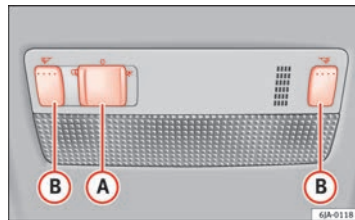

Fig. 60 Iluminação no interior – variante 1
- Mova o interruptor (A) ⇒ Fig. 60 para o lado da lâmpada, e aparece o símbolo ☞.
- Mova o interruptor (A) ⇒ Fig. 60 para a posição central O.
- Mova o interruptor (A) ⇒ Fig. 60 para o centro da lâmpada, e aparece o símbolo ☞.
- As luzes de leitura ligam-se e desligam-se pressionando o botão (B) ⇒ Fig. 60.
Ao estar activado o comando da iluminação na porta (interruptor (A) ⇒ Fig. 60 na posição ☞), a luz acende-se: